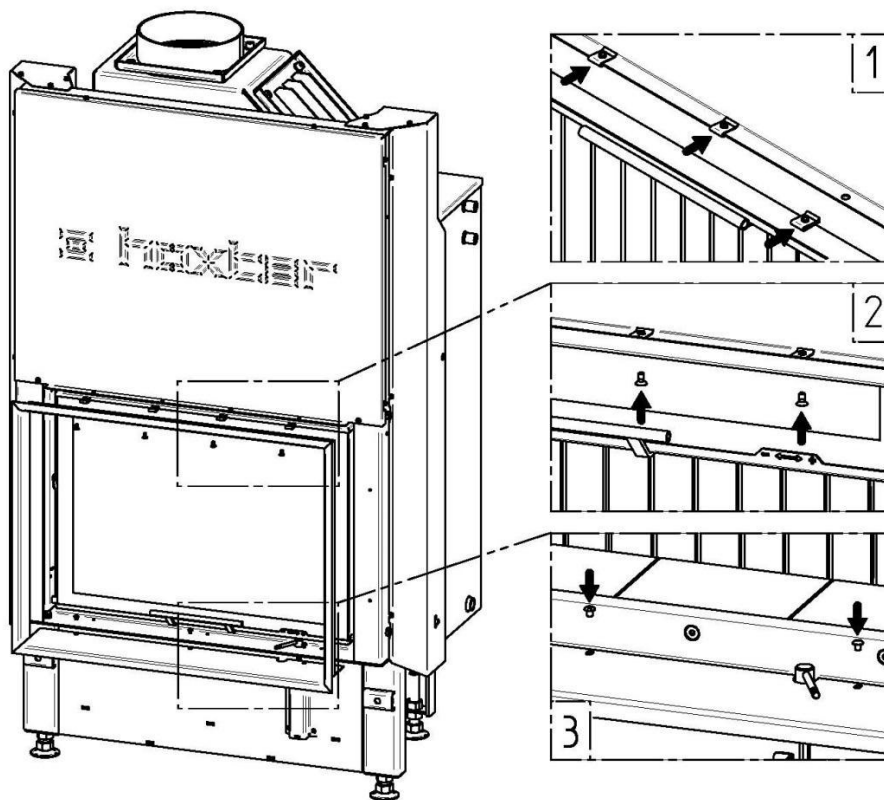

Рис. 13
- **Установка рамки** (Рис. 13)